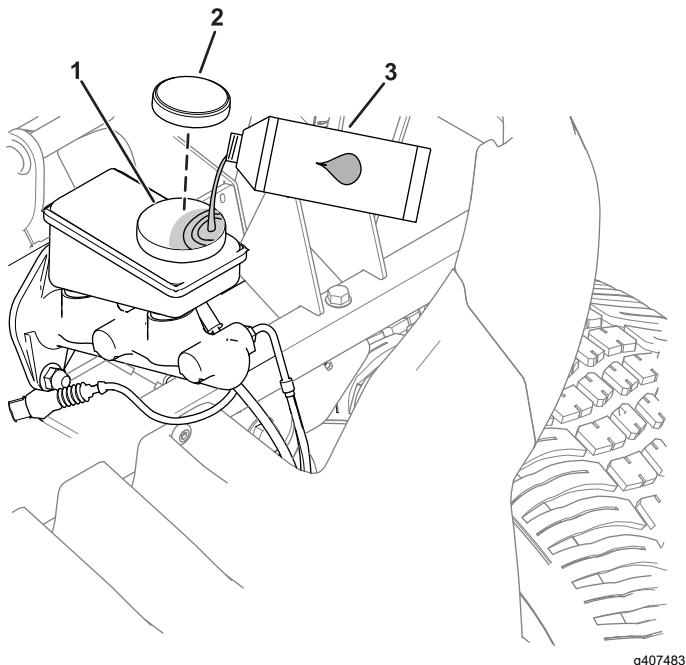

Figure 44
- A. Nettoyez la surface autour du bouchon du réservoir et enlevez le bouchon (Figure 44).
- C. Remettez le bouchon du réservoir (Figure 44).